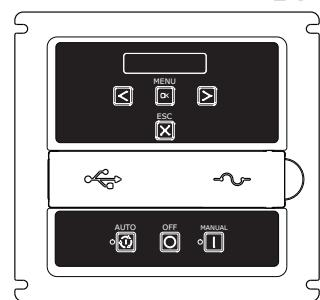

Figura 3A
- Quite los tornillos y el frente de la caja de control para acceder el panel de control. El generador tendrá uno de dos tipos de paneles (Figura 3A o 3B).